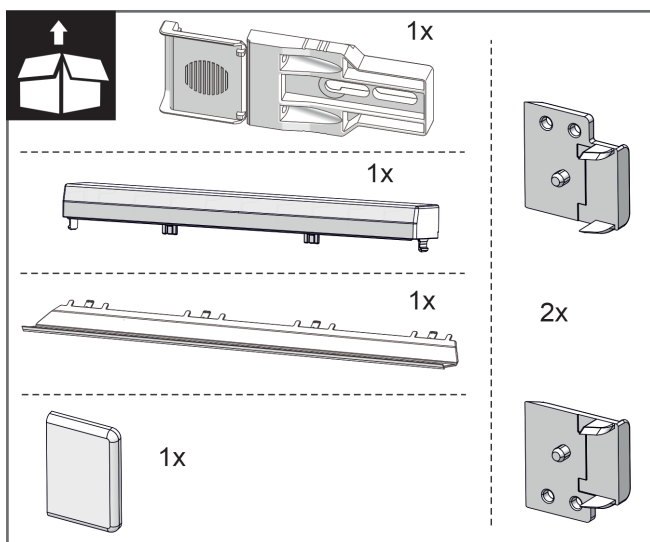
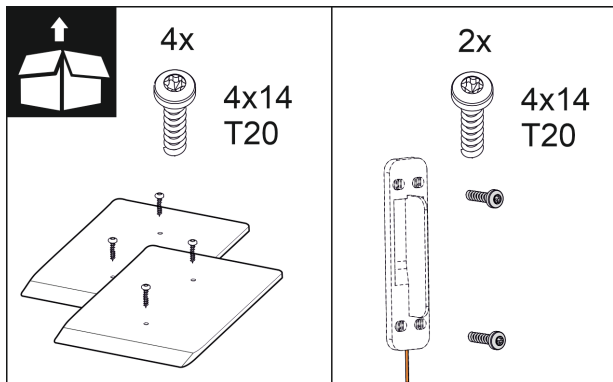

Fig. 10
Fig. 16
2. Patikrinkite pridėtas montavimo detales. Fig. 10 () iki Fig. 16 ()
Pridedamos montavimo detalės Fig. 10 () iki Fig. 16 ()